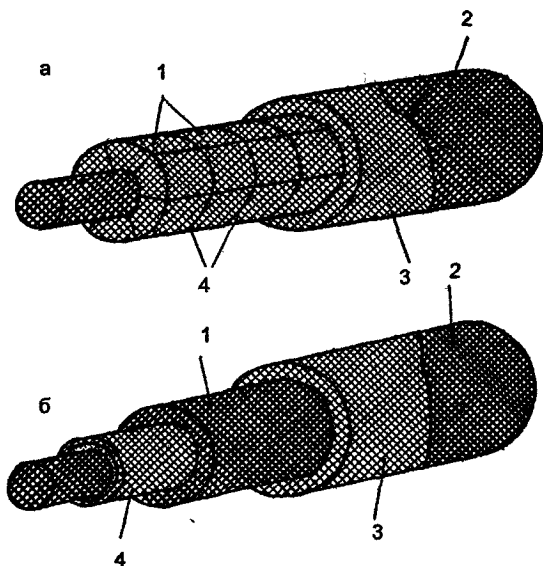

Рис. 29. Теплоизоляция трубопроводов:
• *Теплоизоляция трубопроводов* производится в два слоя — огнеупорный и теплоизоляционный (рис. 29).